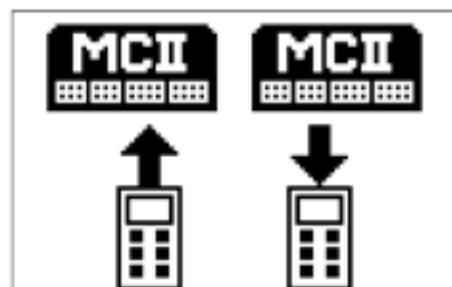

Abbildung 16 - Parametersatz übertragen
- Wählen Sie den Menüpunkt „Steuerung“ → „Parameter“ → „Parameter übertragen“ aus. Daraufhin zeigt der Display die Grafiken, die Sie in Abbildung 16 sehen können.
- Wählen Sie den Menüpunkt „Steuerung“ → „Parameter“ → „Parameter übertragen“ aus. Daraufhin zeigt der Display wieder die Grafiken, die Sie in Abbildung 16 sehen können.